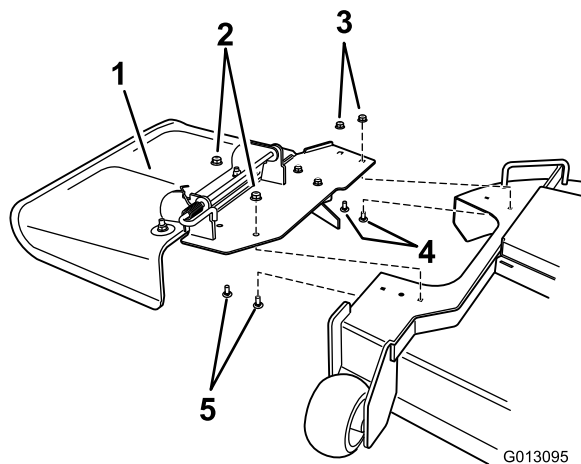

Bild 9
1. Entfernen Sie die Befestigungen, mit denen das Ablenkblech am Mähwerk befestigt ist (Bild 9).